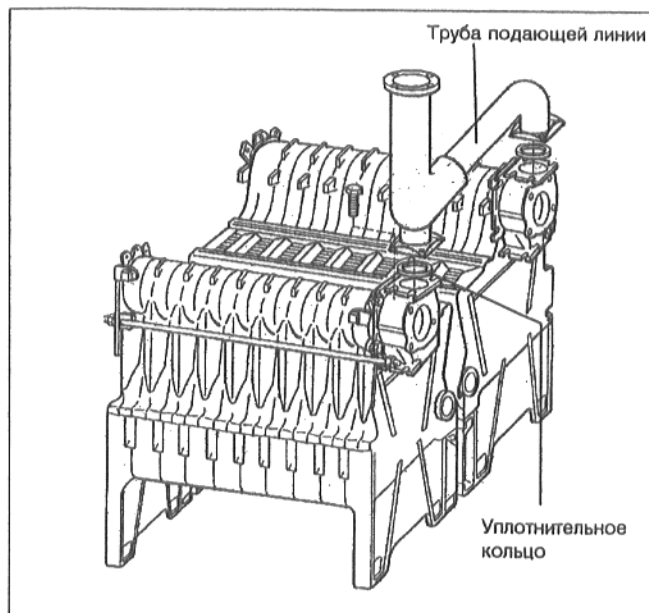

Рис. 10: Исполнение с термостатным клапаном
- Уложить уплотнительное кольцо с верхней стороны обоих фланцев. Вставить и привинтить трубу подающей линии - подкладные шайбы со стороны литого металла (рис. 10).